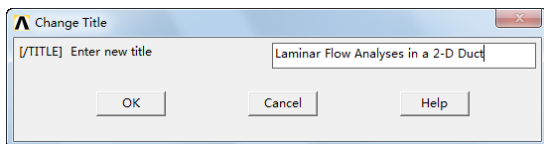

图 5-39 “Change Title”对话框
②定义工作标题：依次选择 Utility Menu→File→Change Title，会弹出“Change Title”对话框，在对话框中输入工作标题“Laminar Flow Analyses in a 2-D Duct”，如图 5-39 所示，单击“OK”按钮关闭对话框。